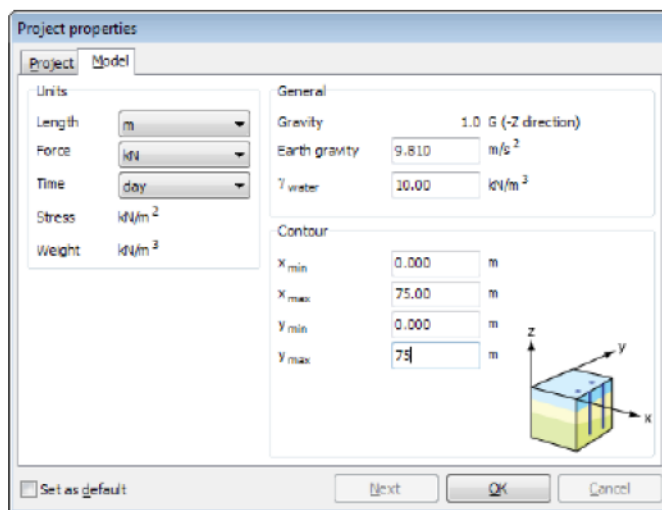

图 1.3 工程属性窗口的模型(Model)页面
- 2) 点击下一个按钮或模型标签进入模型(Model)页面, 如图 1.3 所示。